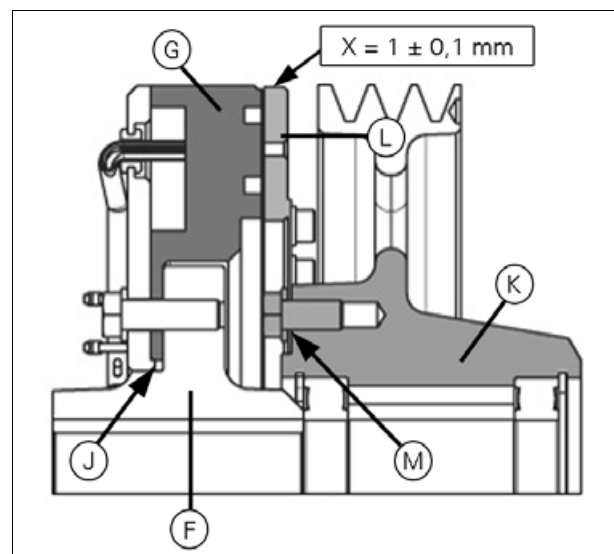

Рис. 7.
- Регулировка производится путем снятия или установки прокладок между ступицей (J) и диском муфты (K) и (L).
- Если невозможно выставить необходимый зазор, поскольку недостаточно прокладок для снятия, необходимо снять некоторое количество материала со ступицы (J) согласно схеме (рис. 7).